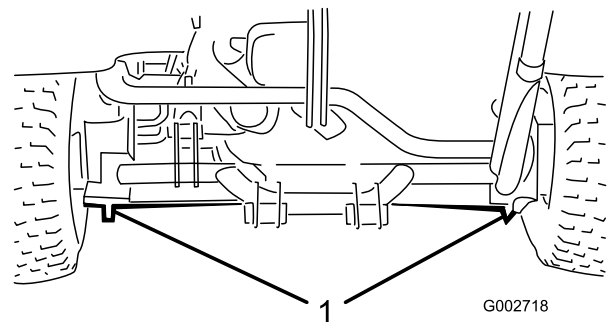

Figura 18
- Lato sinistro o destro – sotto il motore delle ruote posteriori o il telaio (Figura 18).